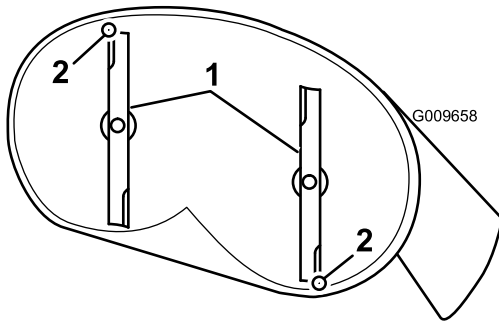
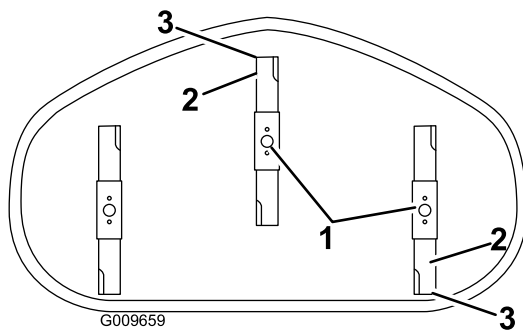

Figure 69
Figure 70
4. Faites pivoter les lames avec précaution pour faire passer les pointes avant à l'arrière (Figure 69 et Figure 70).
5. Mesurez la distance entre la pointe de la lame avant et la pointe de la lame arrière par rapport à la surface plane (Figure 69 et Figure 70).
- D. Une fois le réglage effectué, vérifiez à nouveau l'inclinaison avant/arrière de la lame; continuez d'ajuster l'écrou jusqu'à ce que la pointe avant de la lame soit de 1,6 à 8 mm (1/16 à 5/16 po) plus basse que la pointe arrière (Figure 69 et Figure 70).
- A. Desserrez l'écrou de réglage sur la tige de réglage gauche (Figure 70).